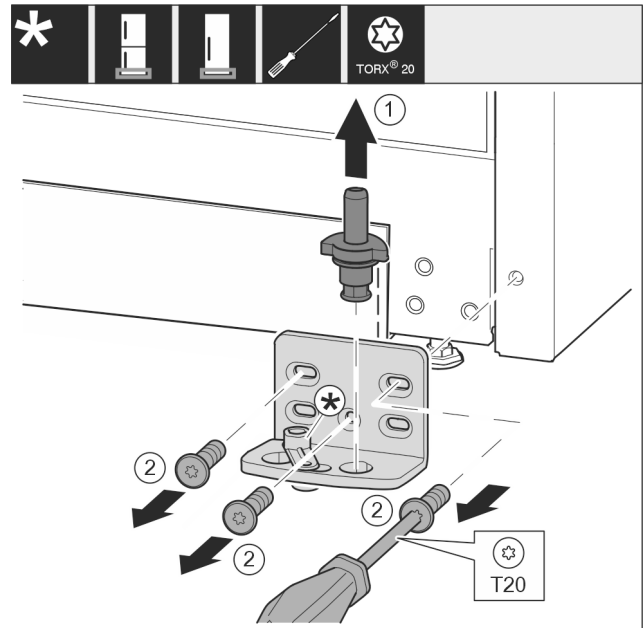

Fig. 15
- Dra ut lagerbulten Fig. 15 (1) helt uppåt.
- Skruva ur skruvarna Fig. 15 (2) med skruvmejsel och ta bort lagerbocken.